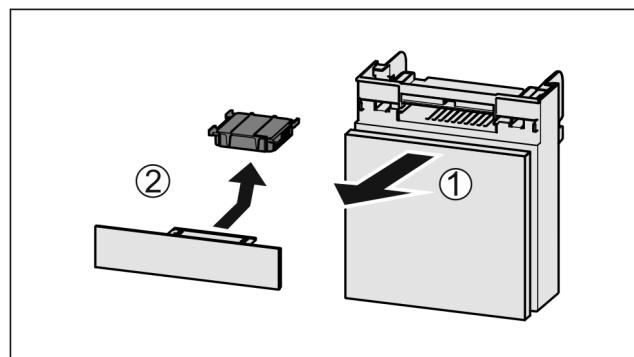

Fig. 123
- Predal izvlecite Fig. 123 (1) naprej.
- Odstranite Fig. 123 (2) aktivni ogleni filter.